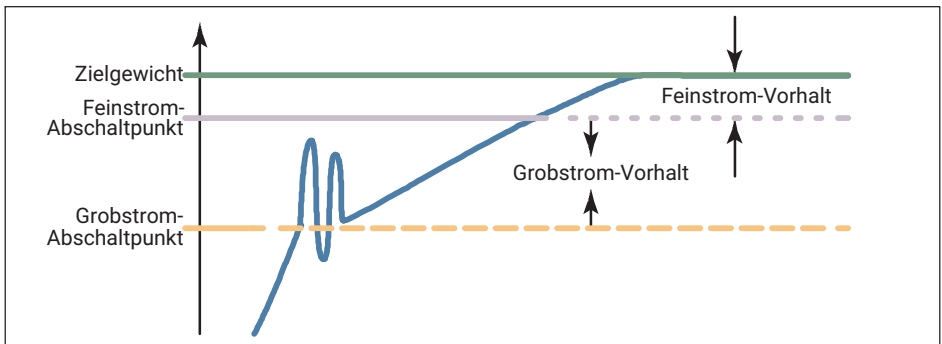

Abb. 5.5 Definition von Abschaltpunkt und Vorhalt
**Vorhalt:** Für den Grobstrom-Abschaltpunkt müssen Sie den Vorhaltwert vom Feinstrom-Abschaltpunkt abziehen. Es gilt (siehe auch Abb. 5.5 auf Seite 38):
**Vorhalt:** Für den Feinstrom-Abschaltpunkt müssen Sie den Vorhaltwert vom Zielgewicht abziehen. Es gilt (*siehe auch Abb. 5.5*):